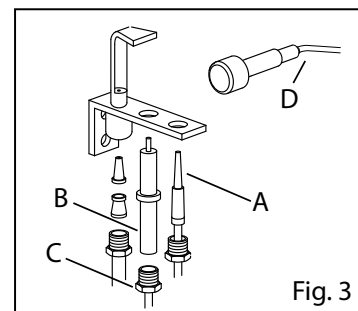

Fig. 3
- Destornillar el termopar del piloto (Fig. 3/A)
- Desconectar el cable de alta tensión de la bujía (Fig. 3/B)
- Desenroscar la tuerca (Fig. 3/C)
- Conectar el cable de alta tensión de la bujía (Fig. 3/B)
- Desconectar el cable del encendedor piezoeléctrico (Fig. 3/D)